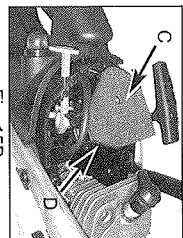

Fig. 15B
2. Soulevez le filtre à air (C) sortez-le de la boîte à box (D) (Fig. 15B).